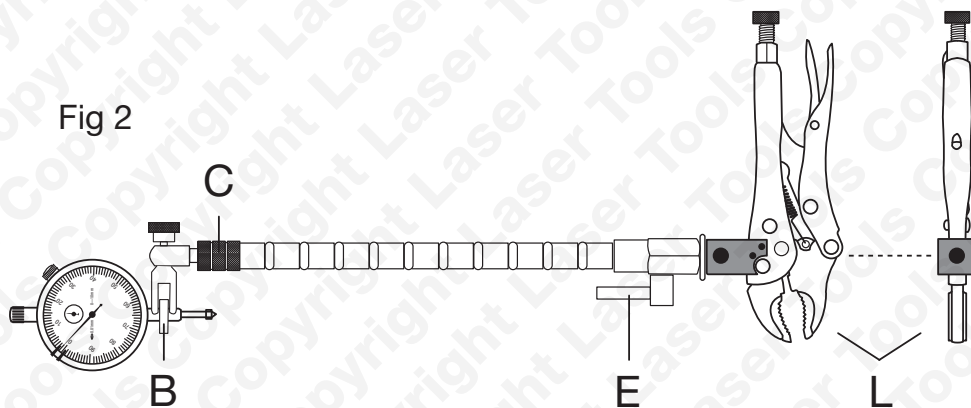

Fig 2
- Preparar a barra de montagem ajustável; ajustar a barra flexível apertando ou soltando o regulador (C) para que a alavanca (E) seja rodada 90 graus até bloquear a barra. Fig. 2
- Prender a barra de montagem ajustável ao alicate de braçadeiras de bloqueio, conforme apresentado na Fig. 2, utilizando a anilha fornecida (K).
- Prender o relógio comparador à braçadeira de montagem (B), conforme apresentado. Apertar o parafuso de fixação com os dedos.